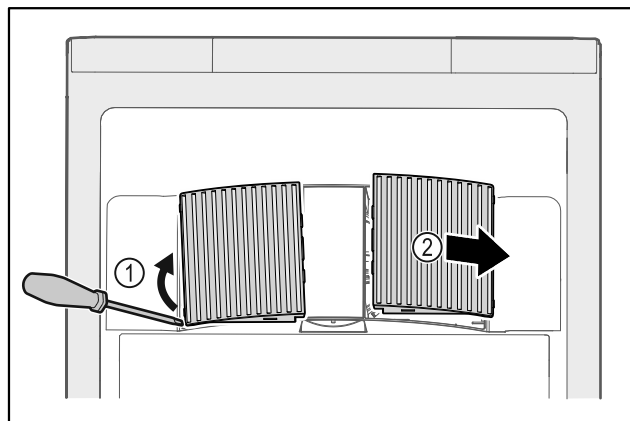

Fig. 105
- ▶ Opatrne vytiahnite kryty ventilátorov z bočnej strany Fig. 105 (1) a vyberte ich smerom dopredu Fig. 105 (2).